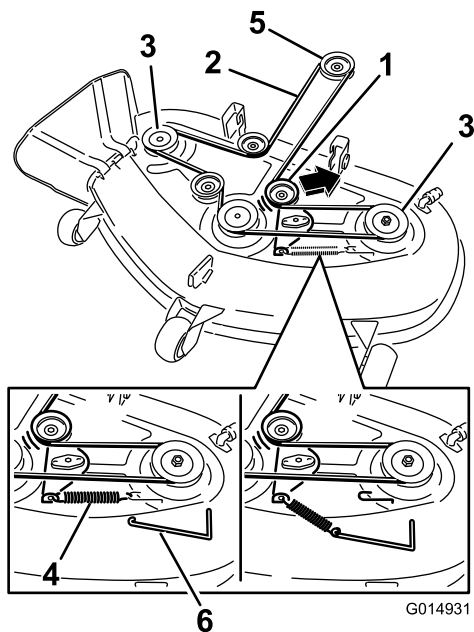

Figure 57
4. À l'aide d'un outil de dépose de ressort (réf. Toro 92-5771), décrochez le ressort du crochet sur le tablier pour éliminer la tension sur la poulie de tension et déchaussez la courroie des poulies (Figure 57).
5. Acheminez la courroie neuve autour de la poulie du moteur et des poulies du tablier de coupe (Figure 57).
6. À l'aide d'un outil de dépose de ressort (réf. Toro 92-5771), accrochez le ressort au crochet situé sur le tablier, puis exercez une tension sur la poulie de tension et la courroie du tablier de coupe (Figure 57).